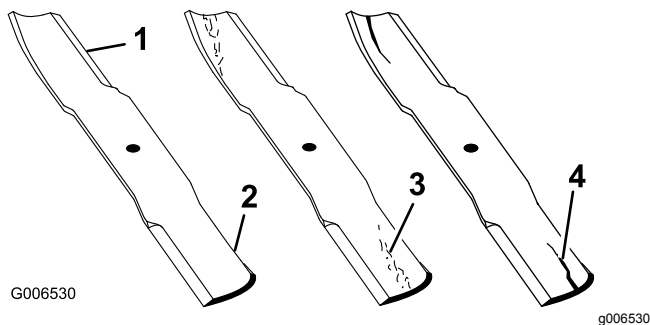

Figura 108
- Inspeccione los filos de corte (Figura 108).
- Si observa fisuras, desgaste o la formación de una ranura en esta zona, instale de inmediato una cuchilla nueva (Figura 108).